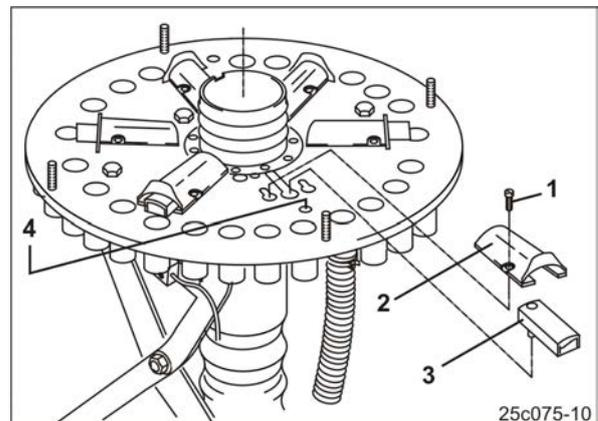

Fig. 147
2. Retirez la jauge d'huile (Fig. 147/2).
Désactivez les clapets (Fig. 147/2) s'ils ne sont pas utilisés. Les clapets désactivés n'obturent pas les arrivées aux socs jalonneurs.
5. Desserrez les vis (Fig. 147/1).
6. Déposez le tunnel de clapet (Fig. 147/2).
7. Le clapet (Fig. 147/3) s'engage, comme illustré, dans le guidage.
8. Tournez le clapet (Fig. 147/3) et positionnez-le dans l'alésage (Fig. 147/4).
9. Revissez le tunnel de clapet (Fig. 147/2) sur le disque de base.